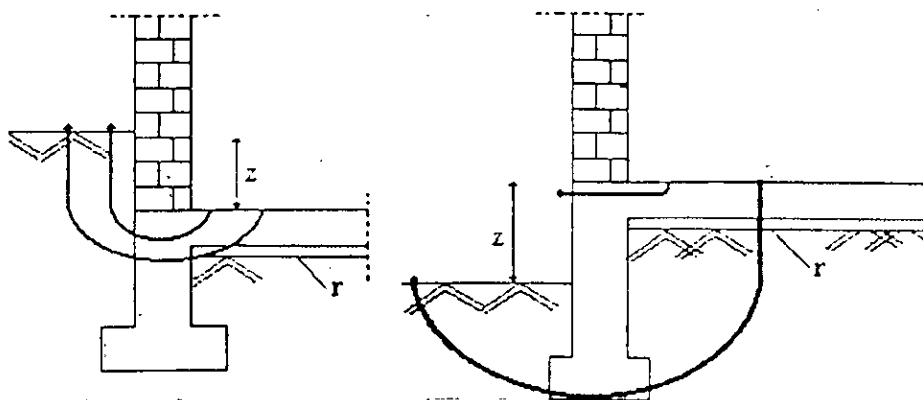

Figure III-5 : Plancher totalement isolé
- Plancher avec isolation horizontale sur toute la surface du plancher. (Figure III-5)